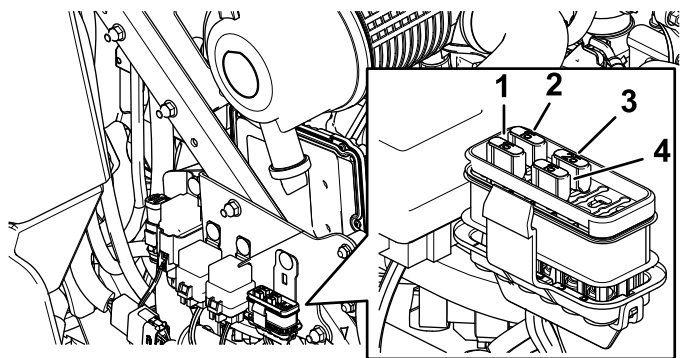

Figura 50
3. Instale un fusible nuevo (Figura 50).